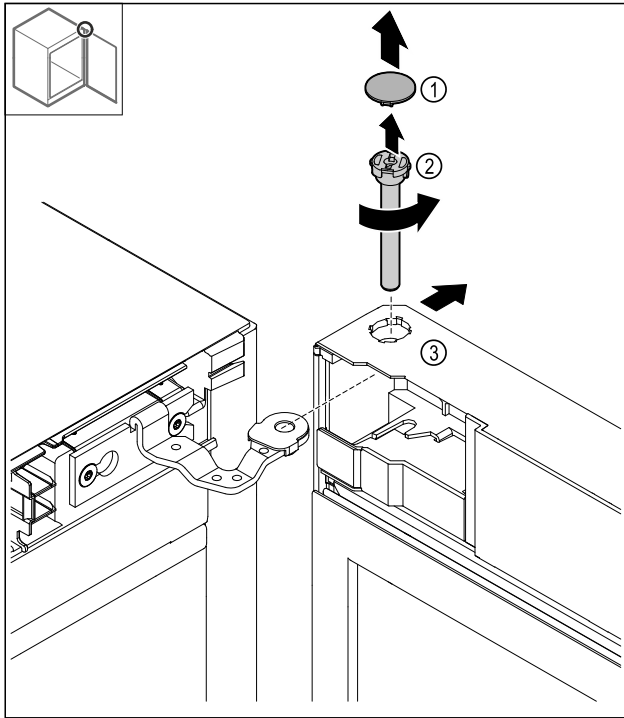

Fig. 18
- ▶ Зніміть накладку (1).
- ▶ Відкрутіть палець (2) проти годинникової стрілки й витягніть його.
- ▶ Злегка нахиліть дверцята Fig. 18 (3).